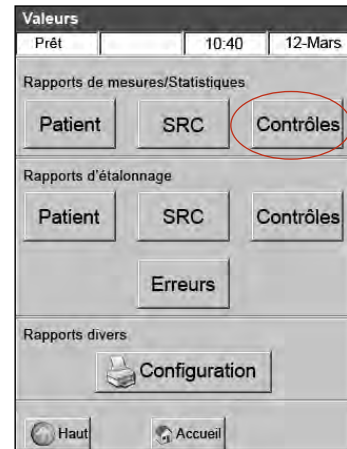

Figure J-7 : Touche "Contrôles" à l'écran "Valeur"
- À la rubrique "Rapports de mesures/Statistiques", sélectionnez **"SRC"** (Figure J-7).